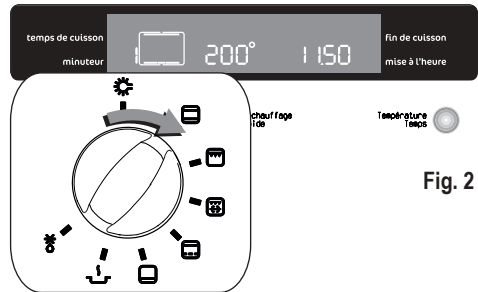

Fig. 2
1. Allumez le four en appuyant sur la touche ①.
2. Tournez le sélecteur de fonctions pour choisir la fonction de cuisson désirée. Chaque fois qu'une fonction de cuisson est choisie, un symbole des fonctions s'allumera indiquant la fonction active à ce moment-là. À côté du symbole relatif à la fonction de cuisson sélectionnée, le numéro correspondant apparaîtra (Fig. 2).